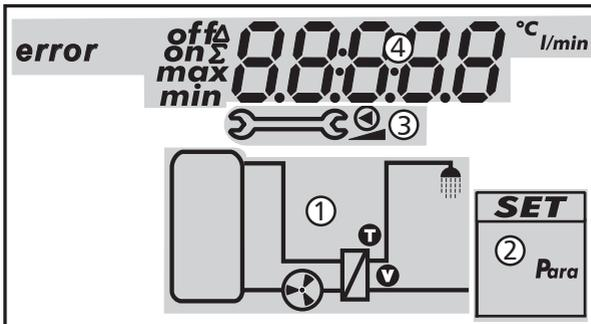

Abb. 8: Übersicht über die Bereiche der Anzeige (alle Elemente sichtbar)
Nachstehende Tabelle beschreibt die in Abb. 8 verwendeten Symbole.
Das Einstellmenü (② in Abb. 8) enthält den Eintrag *Para* (Parameter).
Die Anzeige der Betriebs- und Einstellwerte (④ in Abb. 8) besteht aus folgenden Elementen:
①	Fehleranzeige
②	Zusatzinformationen: on, off: Schaltzustand/Schaltbedingung ein, aus max, min: maximaler Wert, minimaler Wert Σ: aufsummierter Betriebswert seit der ersten Inbetriebnahme, nicht zurücksetzbar Δ: aufsummierter Betriebswert seit dem letzten Rücksetzen auf 0
③	Anzeige von: <ul style="list-style-type: none"> • Messwerten • Einstellwerten • Fehlercodes • weiteren Informationen, z. B. Software-Version
④	Physikalische Einheit des in ③ angezeigten Werts: °C, l/min